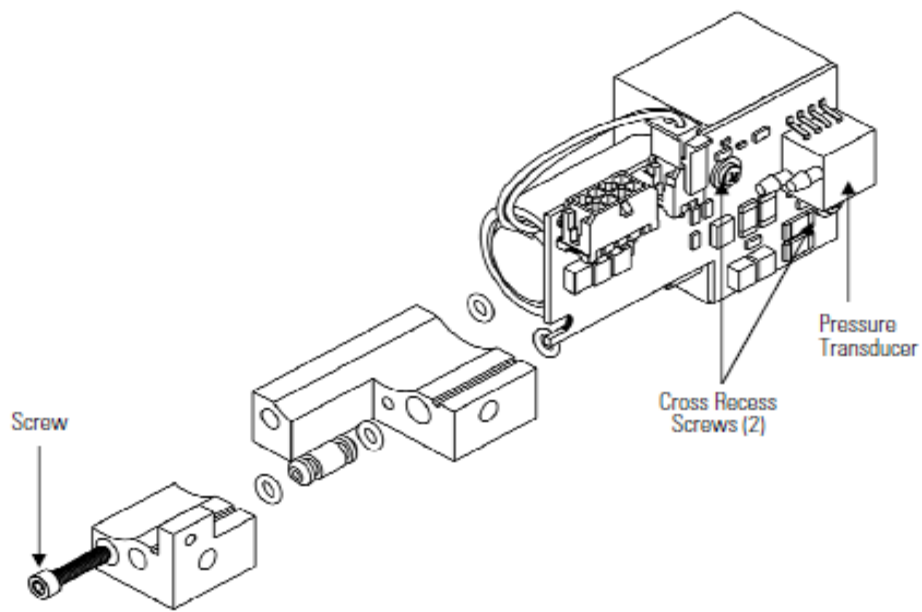

图7-18. 更换泵
6. 轻轻的拆下传感器的管路（两个端口）（图7-18）。
7. 松开基座后面的螺丝（图7-18）。
1. 卸掉连接泵和基板的2个十字螺丝（图7-18）。